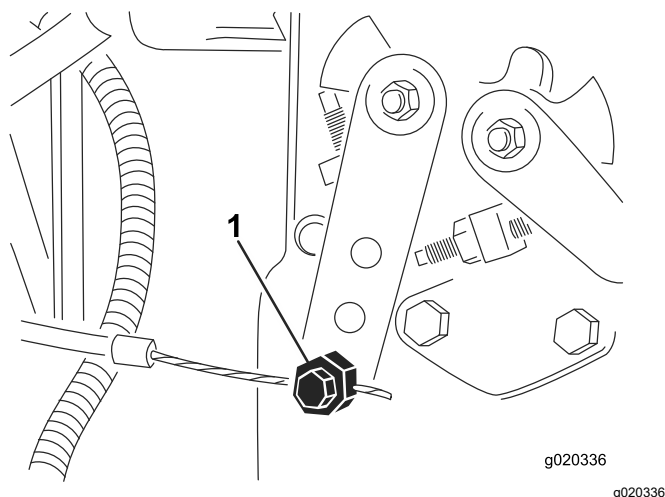

Figura 90
4. Afloje el conector del cable del acelerador en la palanca de la bomba de inyección (**Figura 90**).